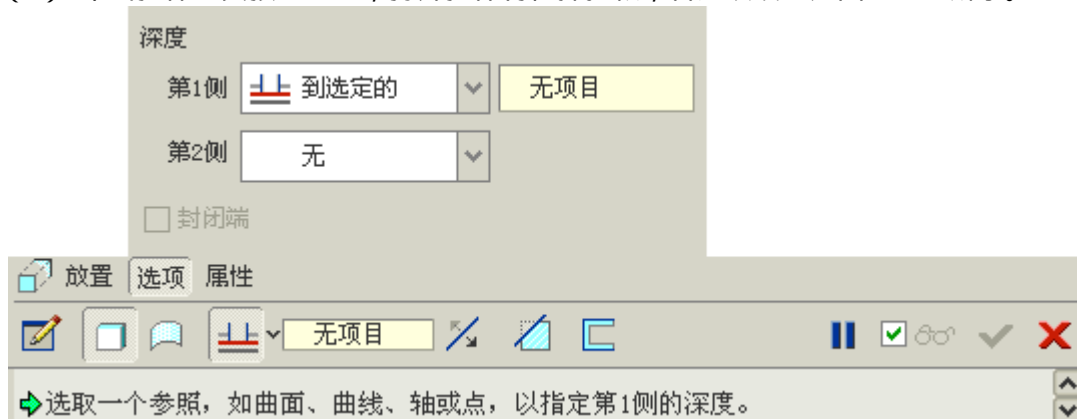

图 52-25
(1) 单击拉伸工具按钮 ，打开拉伸特征操控板，各选项设置如图 52-25 所示。